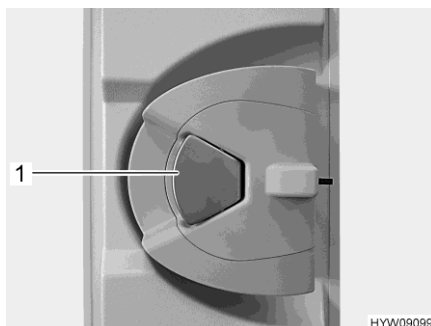

Fig. 34 Serrure de la porte (porte cellule à l'intérieur)
- Quand la serrure de la porte est verrouillée : Tirer une fois sur la poignée de la porte (Fig. 34,1). La porte est déverrouillée.
- Tirer sur la poignée de la porte (Fig. 34,1). La porte est ouverte.
- Appuyer sur la poignée de la porte (Fig. 34,1).